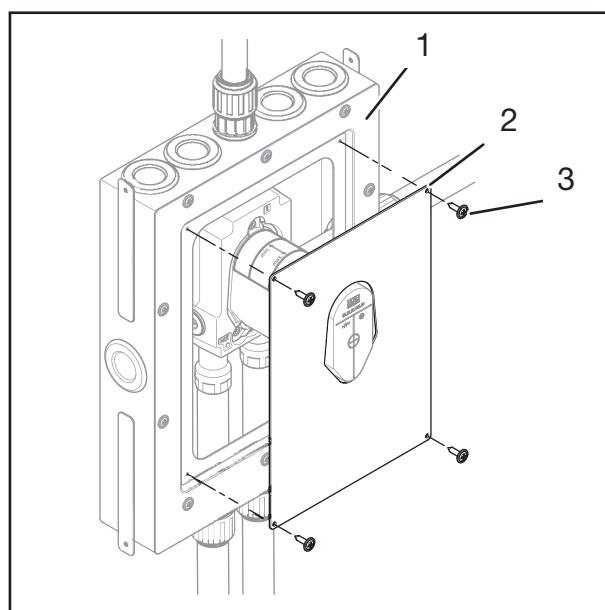

Fig. 14: Montering av servicelucka
1. Positionera serviceluckan (fig. 14/2) på ramen (fig. 14/1).
2. Skruva fast serviceluckan (fig. 14/2) på ramen (fig. 14/1) med tio TX 20-skruvar (fig. 14/3).